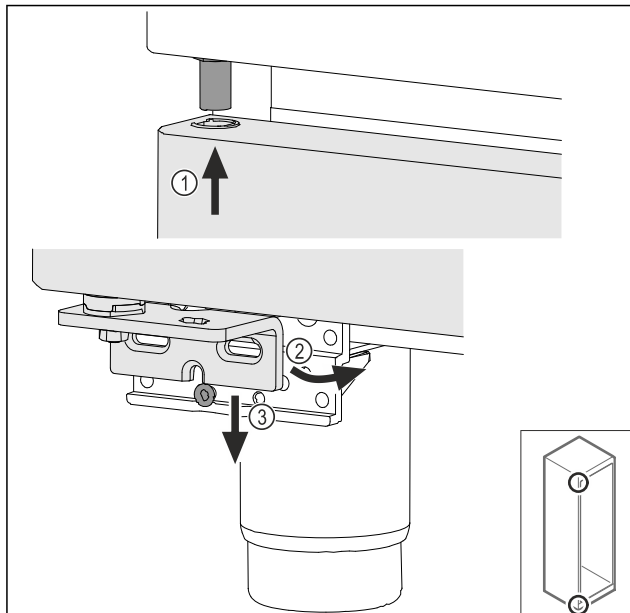

Fig. 69
- ▶ Установите дверь под небольшим уклоном сверху Fig. 69 (1), выровняйте ее прямо Fig. 69 (2) и смонтируйте снизу на винт опорного кронштейна Fig. 69 (3).